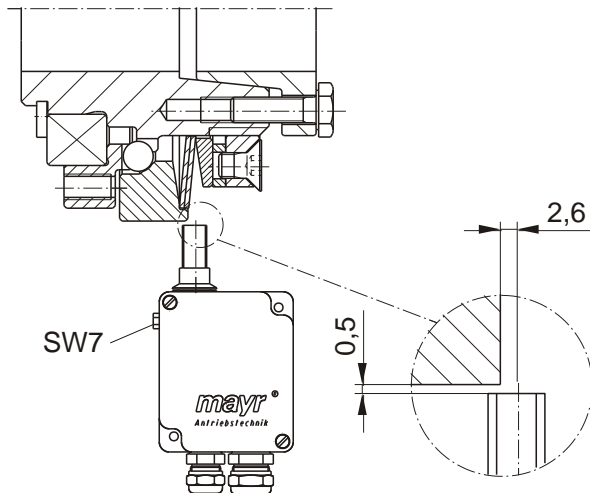

Bild 13
Stellen Sie den Schalterabstand für den berührungsfreien Endschalter nach Bild 13 ein.
Der Abstand der Druckscheibe (3) vom Schalterpunkt kann mit einer Sechskantschraube SW7 fein einjustiert werden (Bild 13).